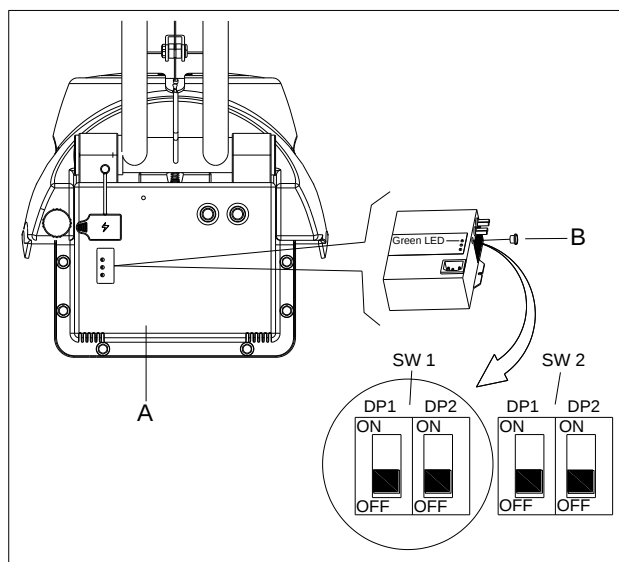

FIGURE 4
1. Mettez la machine hors tension et démontez le couvercle (A comme à la Figure 4) de la machine, puis retirez le capuchon noir rond situé à l'avant du chargeur (B comme à la Figure 4). Vous trouverez les 2 jeux de commutateurs DIP (SW1 et SW2) dans le chargeur.